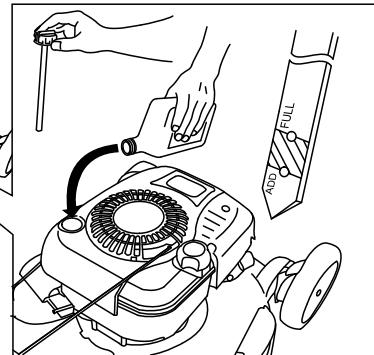

Figure 13
1. Retirez la jauge, essuyez-la sur un chiffon et remettez-la dans le goulot de remplissage (Figure 13).
2. Sortez de nouveau la jauge et contrôlez le niveau d'huile (Figure 13). Si le niveau n'atteint pas le repère minimum (Add) de la jauge, versez avec précaution suffisamment d'huile dans le goulot de remplissage pour faire monter le niveau au repère maximum (Full). **Ne remplissez pas excessivement.** (Remplissage max. : 0,77 l, type : huile détergente SAE 30W de classe de service API SF, SG, SH, SJ, SL ou supérieure.)